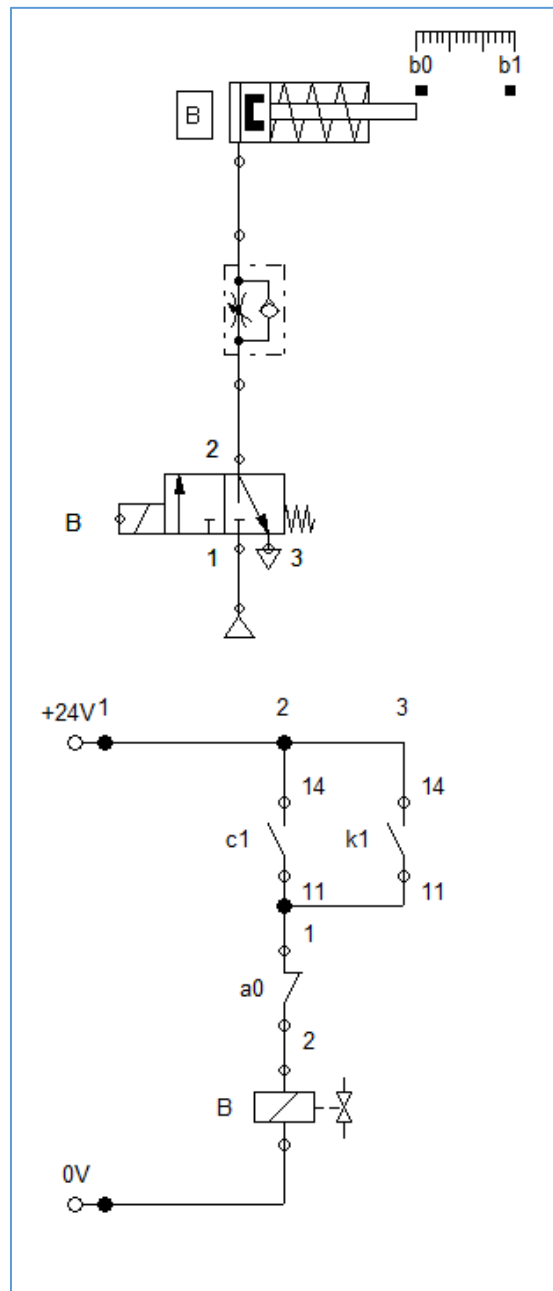

Figuur 2
De dubbelwerkende hydraulische cilinder van Figuur 2 heeft ten gevolge van de dikte van de zuigerstang een oppervlakteverhouding van 1:2. Bij een ingaande beweging oefent deze cilinder een kracht van 10 kN uit op een werktuig.
- a) In welke richting beweegt de cilinder als er op de knop in figuur 2 wordt gedrukt? (1p)